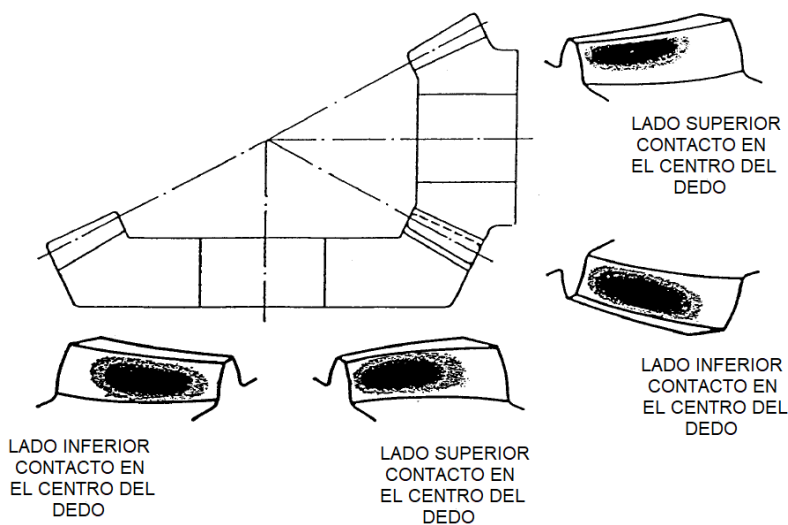

Figura 3
- 8.3 El correcto contacto entre los dientes de un juego de engranes se muestra en la figura 3. Si el contacto entre dientes es correcto y el backlash está dentro de los límites establecidos, proceda al Paso 10.0. Si el contacto entre dientes es correcto y el backlash necesita ser corregido, proceda al Paso 9.0.